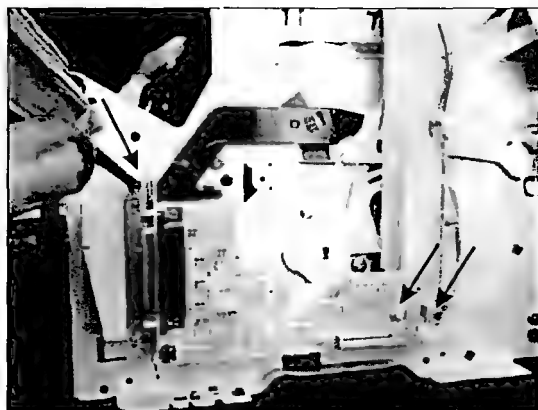

Рис. 6.17
- Откручивают три винта крепления платы к боковине шасси принтера (рис. 6.17).